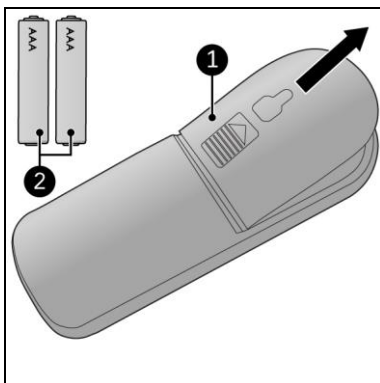

Figura 10
1. Scoateți capacul (Figura 10, poz. 1).
3. Introduceți două baterii (AAA 1,5 V) (Figura 10, poz. 2) așa cum este indicat în compartimentul pentru baterii. Asigurați-vă că introduceți bateriile în mod corect.
5. Scoateți bateriile din telecomandă (Figura 10, poz. 2).